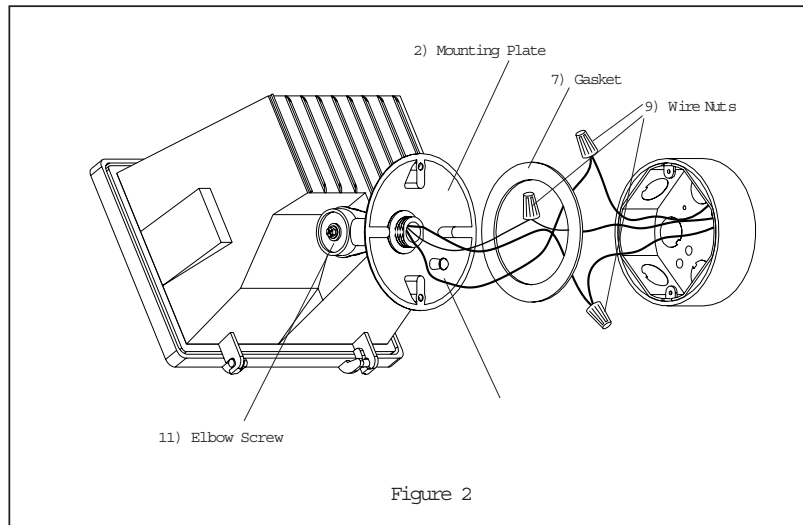

Figure 2
- Insert fixture wires through center hole of Mounting Plate and thread 1/2" knuckle onto Mounting Plate by several turns. See Fig. 2. Note: Junction box must be rated for outdoor/wet location.
- Position Gasket on back of Mounting Plate. See Fig. 2.
- To ground fixture, use Wire Nut to connect the house supply ground wire & the fixture ground (copper wire). See Fig. 2.
- Loosen Elbow Screw (see Fig. 2) until fixture rotates freely and adjust to desired position. Tighten Elbow Screw to secure in position.
- Inserte los alambres del luminario a través del agujero al centro de la Placa de Montaje y rosque el nudillo de 1/2" varias veces adentro de la Placa de Montaje. Vea Fig. 2. Nota: Caja de ensambladura debe estar clasificada para el aire libre/ubicación húmeda.
- Para poner a tierra el luminario, utilice una Tuerca de Alambres para conectar el alambre de tierra de suministro de la casa y el alambre de tierra del luminario (cobre). Vea Fig. 2. Nota: Si el alambrado de la casa no incluye un alambre de hacer tierra, consulte su código eléctrico local para métodos aprobados de hacer tierra.
- Afloje el Tornillo de Codo (Vea Fig. 2) hasta que el luminario rote libremente y ajuste a la posición deseada. Apriete el Tornillo de Codo para asegurar en su posición.